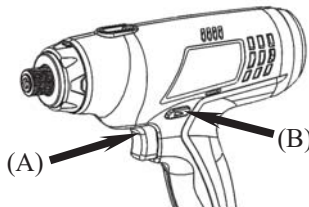

Abb. 7
Um die Vorwärtsdrehung auszuwählen, LÖSEN SIE DEN SCHALTER (A) (siehe Abb. 7) und drücken Sie den Vorwärts-/Rückwärts-Hebel (B) (siehe Abb. 7) zur linken Seite des Werkzeugs ◀.
Um die Rückwärtsdrehung auszuwählen, LÖSEN SIE DEN SCHALTER (A) (siehe Abb.7) und drücken Sie den Vorwärts-/Rückwärtshebel (B) (siehe Abb.7) zur rechten Seite des Werkzeugs ▶.